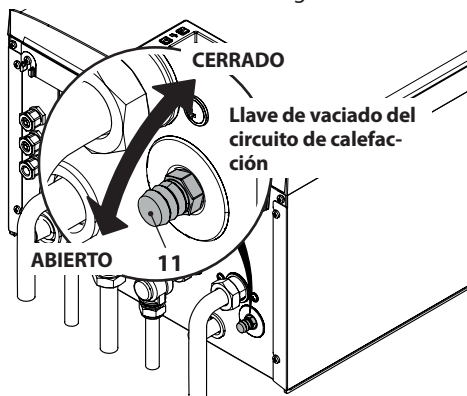

Figura 9.10
- Afloje la llave de vaciado del circuito de calefacción 11 indicada en la Figura 9.10.